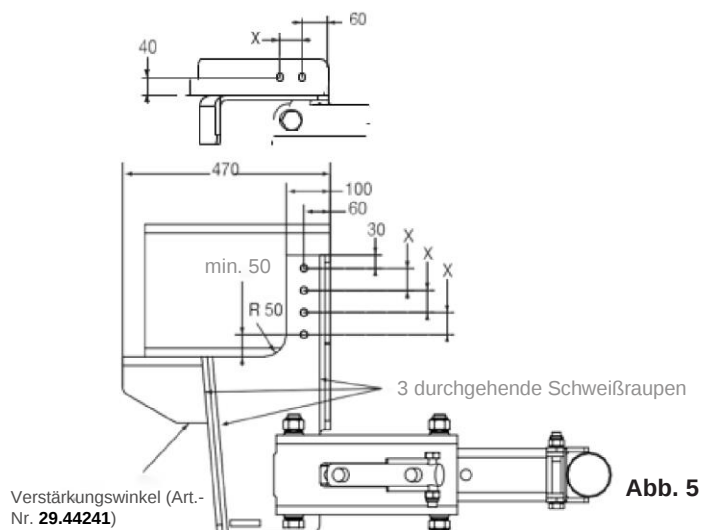

Abb. 5
- Wenn optionale Verstärkungswinkel für das Fahrgestell (Art.-Nr. 29.44241) verwendet werden, müssen die Halteplatten nun gemäß Abb. 5 zugeschnitten werden. Dann die Halteplatten und die Winkel an den Längsträgern positionieren. Anschließend Bohrungen an den Längsträgern vornehmen und die Halteplatten mit 12 der 20 Schrauben (**3**) befestigen. Danach die Winkel mit 3 durchgehenden Schweißraupen (Abb. 5) mit den Halteplatten verschweißen.